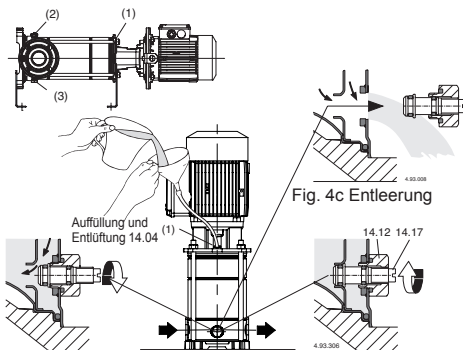

Abb. 4a Auffüllung:
Bei Installation der Pumpe über dem Wasserspiegel (Saugbetrieb, **Abb. 3A**) oder mit zur Öffnung des Rückschlagventils ungenügender Zulaufhöhe (weniger als 1 m) sind Saugleitung und Pumpe durch den Entlüftungsanschluß (1) zu füllen (**Abb. 4a,4d**). Zur Vereinfachung der Auffüllung wird ein Gummihohr (oder ein Rohrkrümmer) und ein Trichter verwendet.
MXV-B, MXV(L) 25-32-40-50, MXV(L)4 25-32-40-50 Während der Auffüllung bleibt die Nadelsschraube (14.17) in der Entlüftungs-Verschlußschraube (14.12) gelöst, damit der Druckraum mit dem Saugraum kommunizieren kann (**Abb. 4a**).